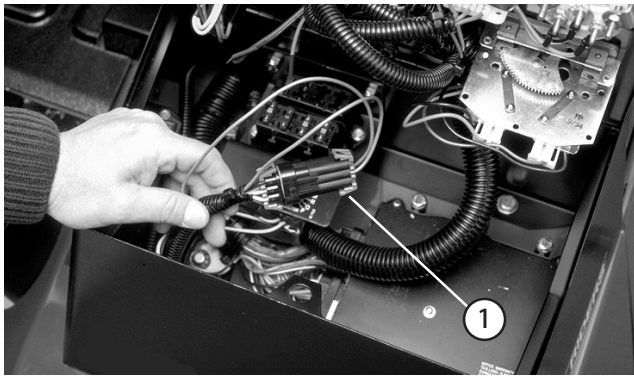

図 36
2. コントロールパネルのカバーを開ける。コントローラの近くにあるワイヤ・ハーネスとそのコネクタを探し出す(図36)。ハーネスのコネクタに付いているループバック・コネクタを注意深く外す。